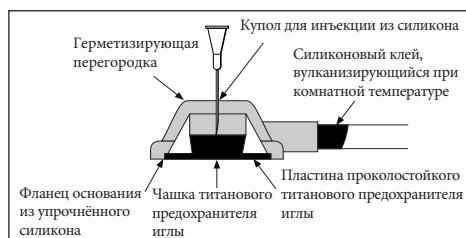

РИС. 4
- b) Вводите иглу в инъекционное гнездо до её упирания в предохранитель иглы, как показано на Рис. 4.